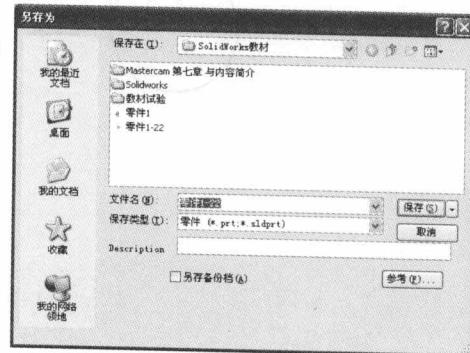

图 1-33 保存文件对话框
(2) 保存文件与打开文件
① 保存文件 单击下拉菜单〔文件(F)〕/[另存为(A)]，弹出如图 1-33 所示保存文件对话框，选择存档格式及存档位置，输入存档文件名，单击保存按钮“”即可完成保存文件。
② 打开文件 单击下拉菜单〔文件(F)〕/[打开(O)]，在弹出的文件对话框中找到相应的文件，单击按钮“”即可打开相应的文件。